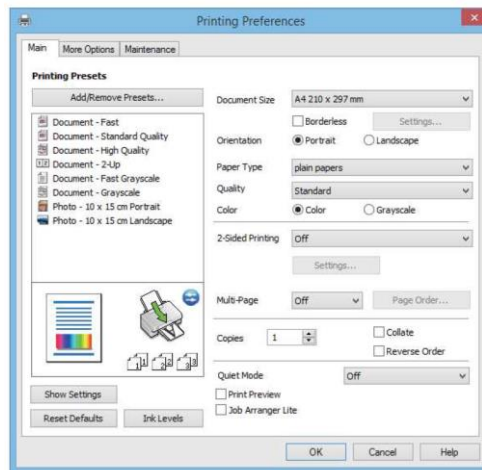

Рисунок 2.2 – Вікно налаштування друку
5. Відкрити Параметри або Властивості (див.рис. 2.2) та задати наступні параметри: